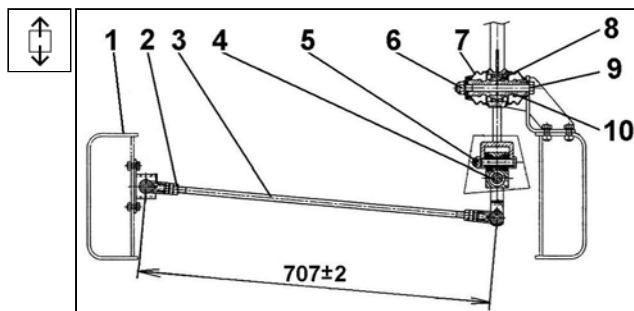

Рис. 3.20 Управление механизмом переключения передач - 2 снятие
4. Необходимые монтажные размеры указаны в (Смт. Рис. 3.19) и (Смт. Рис. 3.20), монтажная длина тяги выбора между осями пальцев составляет **707±2 мм**.
3. Отвинтить гайку **10** шаровых пальцев **1** тяги выбора механизма переключения передач **3** (Смт. Рис. 3.20) и снять тягу выбора с трубки механизма переключения передач **8** и продольной балки вспомогательной подмоторной рамы **1** (Смт. Рис. 3.20).
6. Ослабить и отвинтить гайку **6** (Смт. Рис. 3.20) и вынуть болт **9** (Смт. Рис. 3.20). Наклонить рычаг переключения передач **6**, снять его с болта **3** трубки механизма переключения передач **8** и высунуть рычаг переключения передач **6** в кабину.